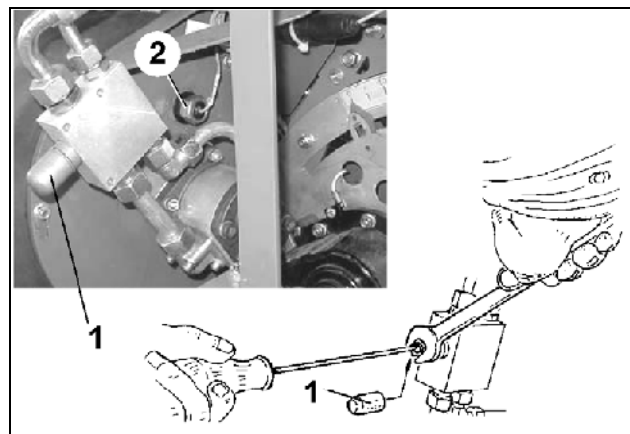

Fig. 106
Det nødvendige vifteturtallet finner du i Tabell 6. Still inn vifteturtallet på trykkbegrensningsventilen (Fig. 106/2) eller på strømreguleringsventilen til traktoren.
- Ta av beskyttelseshetten (Fig. 106/1)